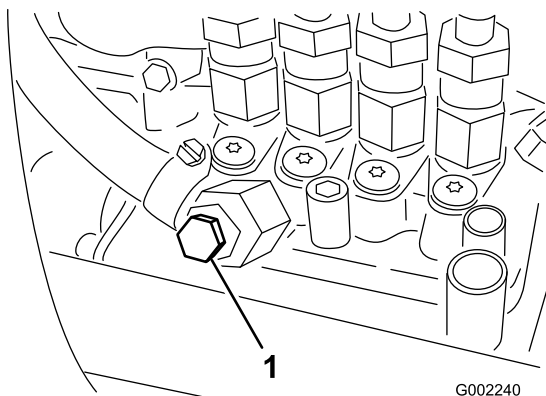

Figura 42
7. Aprite la vite di sfiato sulla pompa d'iniezione (Figura 42).